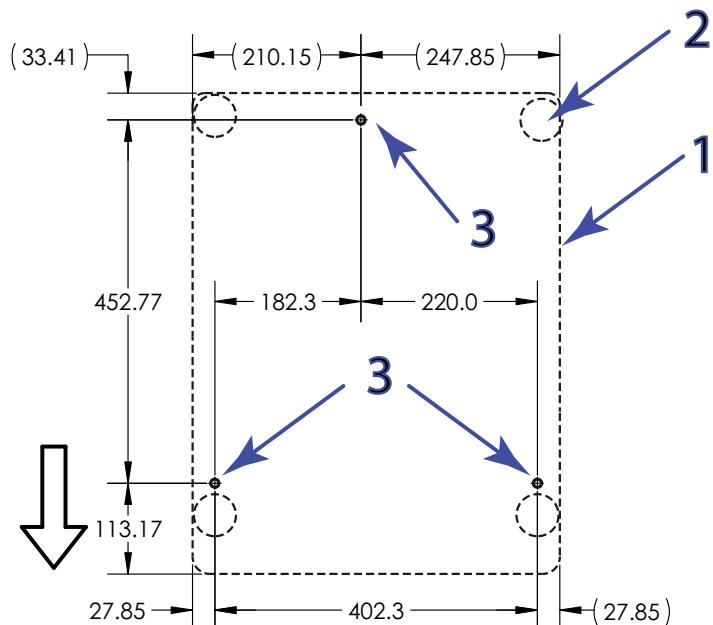

图 12. 锚固点位置 (俯视)
图标图 12
1. 参考第 54 页图 12 并在工作台的适当位置钻孔，以对准机架底座上的锚固点。建议使用直径 15 毫米（0.59 英寸）的孔。